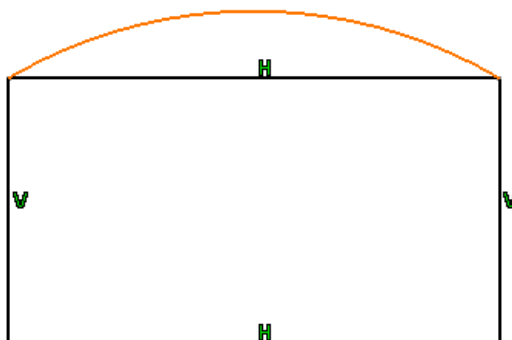

Рис. 137
9) Створити елемент за допомогою команди **"Three Point Arc Starting With Limits"**  ("Дуга по трьом точкам із зазначенням меж") на геометрії ескізу (рис. 137).